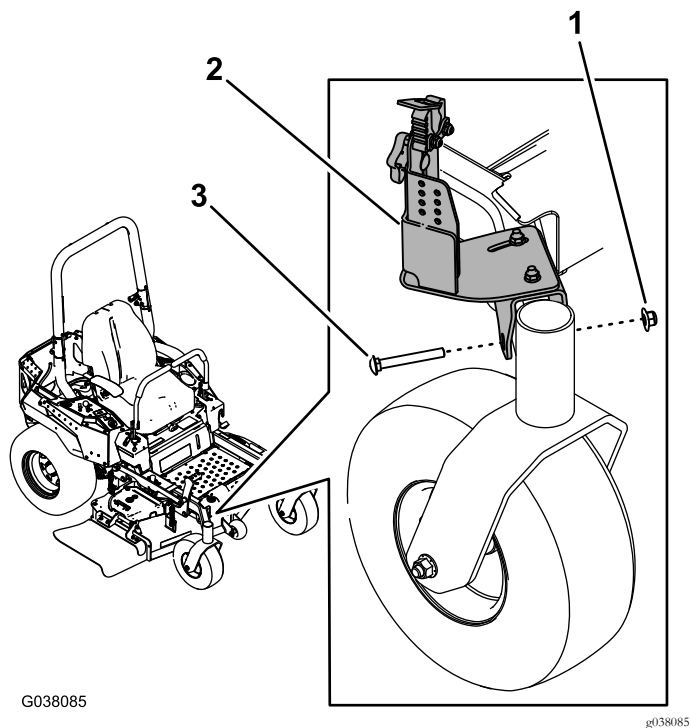

Figura 6
2. Installate il gruppo del supporto anteriore sopra il telaio, accanto alla ruota orientabile destra, utilizzando il dado flangiato largo (3/8") e il bullone a testa tonda (3/8" x 3") come mostrato nella Figura 6.